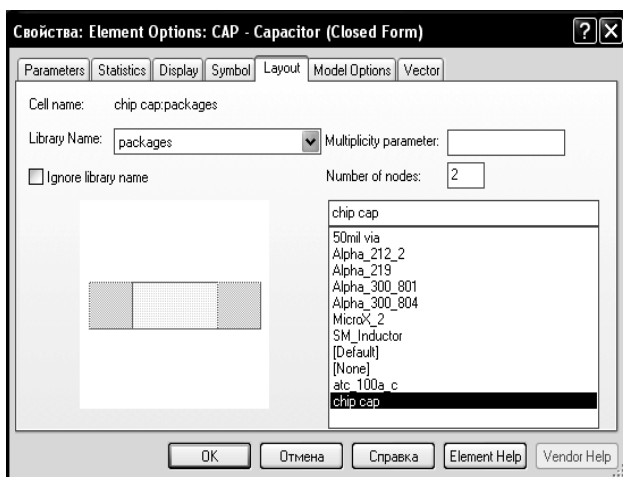

Рис. 4.31
8. В поле **Library Name** введите **packages** и в списке элементов отметьте **chip cap** (рис. 4.31). Нажмите **OK**.